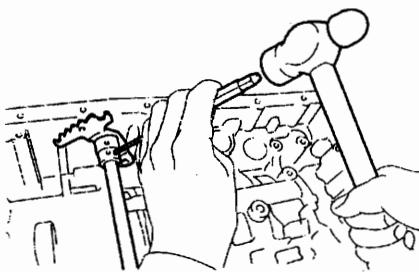

图 12-1-11
②如图 12-1-11 所示, 用销冲头和锤子冲出弹簧销。通过壳体拉出手动阀杠杆轴, 并拆下手动阀杠杆。注意: 应缓慢冲出弹簧销, 不要使其落入变速器壳内。